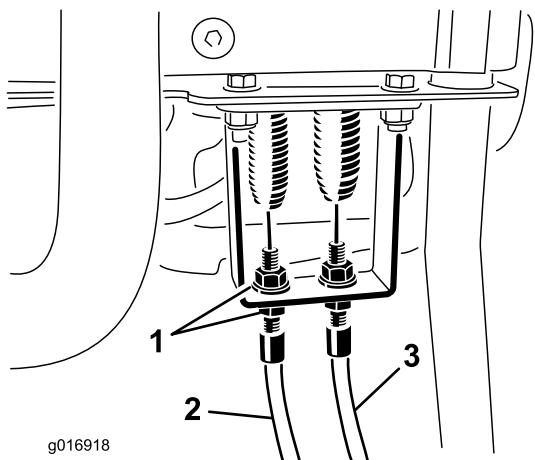
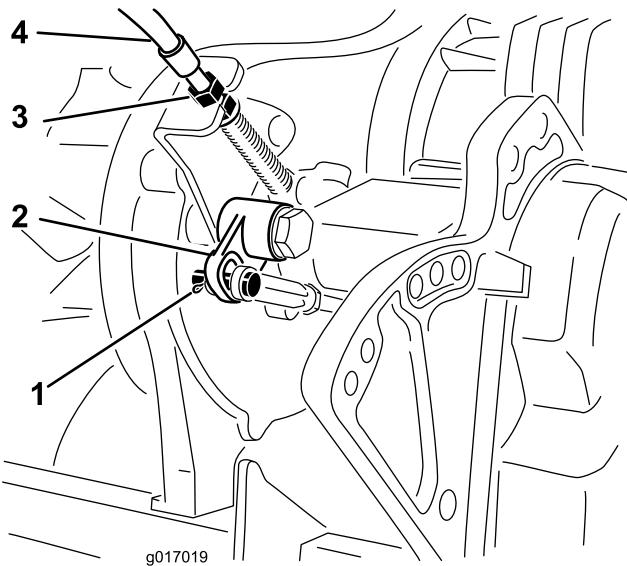

Рисунок 45
Рисунок 46
2. Проверьте наличие слабины в тросике управления тягой у пружины растяжения (Рисунок 45). При наличии слабины отрегулируйте зажимную гайку на переходнике (Рисунок 46) для устранения слабины тросика без растяжения пружины.
4. Снимите шплинт и палец с головкой, которые крепят ушко тяги к изогнутому рычагу. Отсоедините ушко от изогнутого рычага (Рисунок 46).
7. У переходника трансмиссии (Рисунок 46) отрегулируйте зажимные гайки тросика так, чтобы уменьшить расстояние до изогнутого рычага в соответствии с предыдущим изменением.
8. Во время регулировки тросика у переходника пульта управления отрегулируйте зажимные гайки тросика так, чтобы устраниТЬ всю слабину тросика, не растягивая пружину (Рисунок 45).
3. На переходнике рукоятки управления ослабляйте тросик управления барабаном, пока на нем не появится слабина (Рисунок 45).